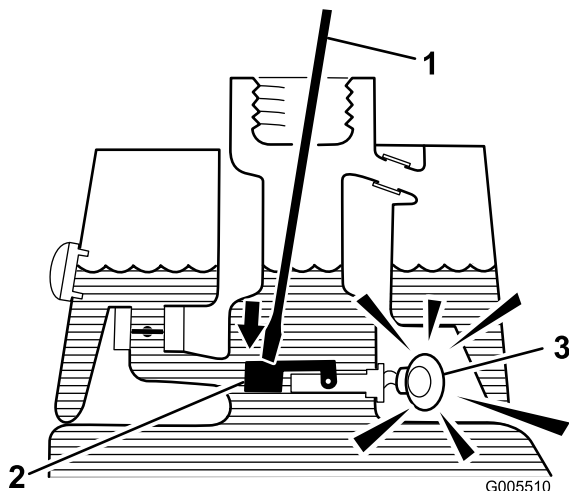

Рисунок 27
3. Вставьте чистый стержень или отвертку в горловину бака и слегка нажмите на поплавок реле (Рисунок 27). После секундной задержки зазвучит предупреждающий сигнал.